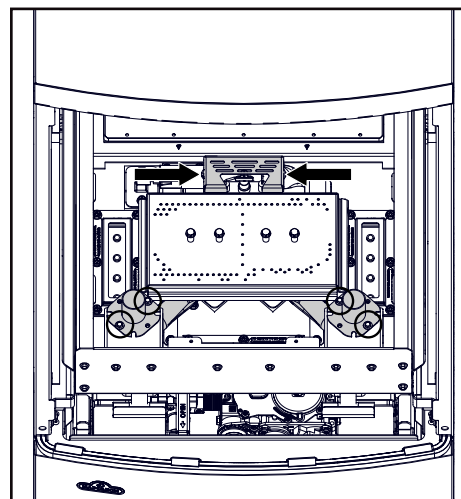

fig. 2
- ☐ 4. Retirez les 4 vis maintenant les venturis des bûches et les 2 vis fixant le capuchon de la veilleuse (fig. 2). Conservez les vis pour la réinstallation.